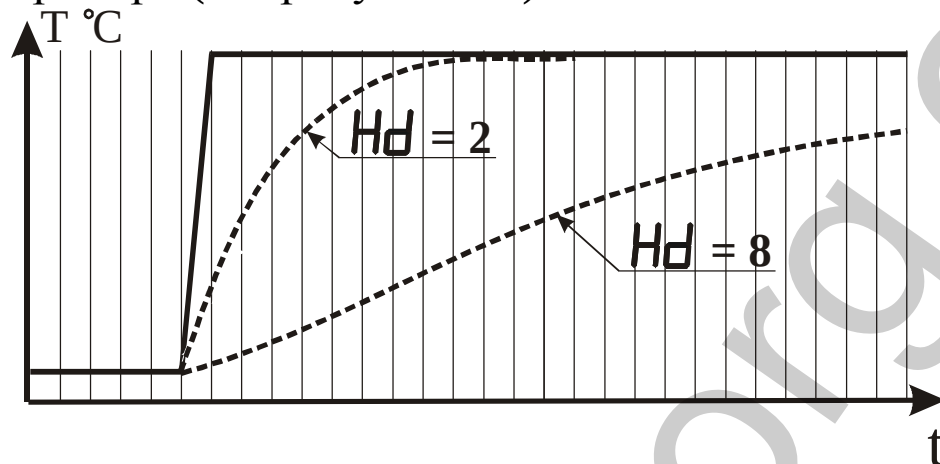

Рисунок 3.8 - Влияние параметра “Время усреднения” на показания прибора при различных значениях параметра Hd
3.3.2.8 Параметр “Время усреднения” указывают в количестве периодов опроса входного датчика ($N_{\text{опр.}}$). Этот параметр позволяет добиться более плавного изменения показаний прибора. Для этого производится вычисление среднего арифметического из последних ($N_{\text{опр.}}$) измерений. При значении параметра равном 0 интегратор выключен. Уменьшение значения времени усреднения приводит к более быстрой реакции прибора на скачкообразные изменения измеряемого параметра, но снижает помехозащищенность прибора (см. рисунок 3.8).